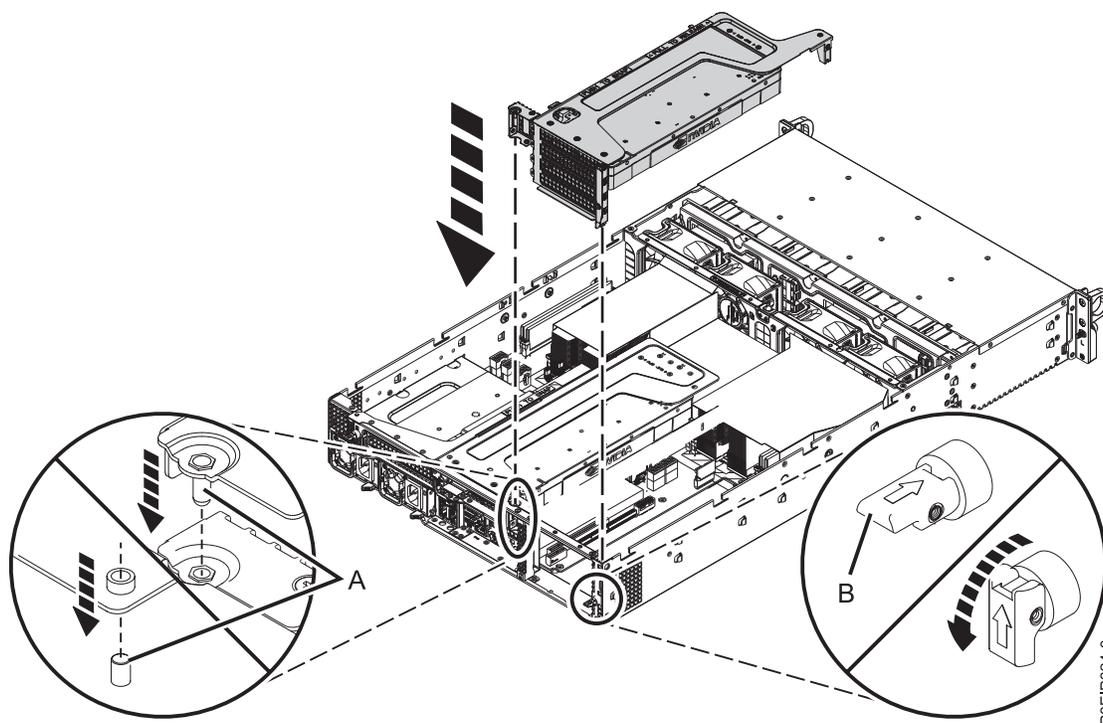

図 28. GPU とライザーの挿入
- h. GPU と PCIe ライザーを挿入します (32 ページの図 28 を参照)。
- 1) 保持ピン (B) を引っ込めて、矢印がシステムを指すようにします。
- 2) ライザーが正しく挿入されるように、スロットと位置合わせピン (A) を使用して、ライザーを挿入します。ライザーをシステム・バックプレーンにしっかり押し込みます。
- 3) 保持ピン (B) をセットして、ライザーを固定します。